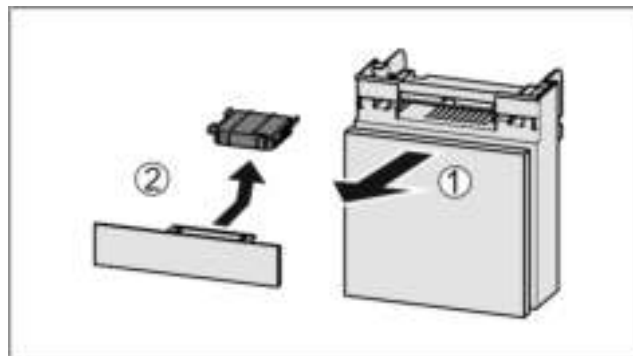

Fig. 49
- ▶ Lade vanaf de voorkant eruit trekken Fig. 49 (1).
- ▶ Actiefkoolfilter verwijderen Fig. 49 (2).